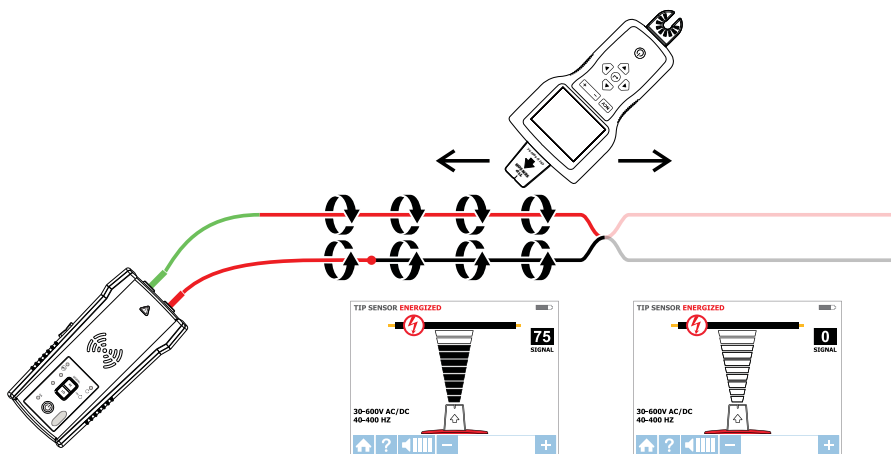

Fig. 4.3: Sådan finder du en kortslutning
1. Forbind senderen med testkablerne til kredsløbet som vist i fig. 4.3.